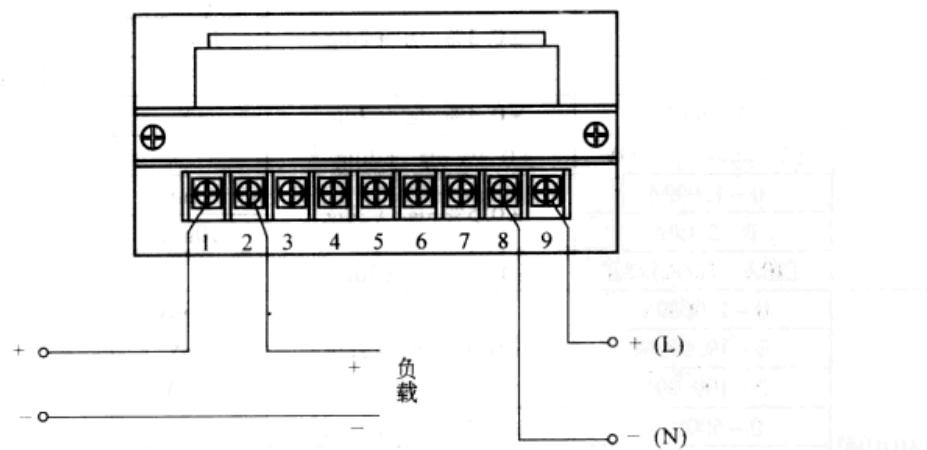

图 65 SHD1030/SHD1040 直流电流数字表接线图
65. SHD1030/SHD1040 数字直流电流表接线图 (见图 65)